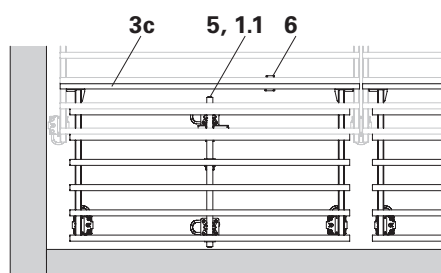

Fig. A8.07
Nel caso di zone di compensazione trasversali strette e di alti carichi sul solaio, ridurre il carico sull'elemento di compensazione GFC (3c) centralmente utilizzando la traversa GF 100 (5) e due puntelli senza testa di appoggio (1.1). (Fig. A8.07)